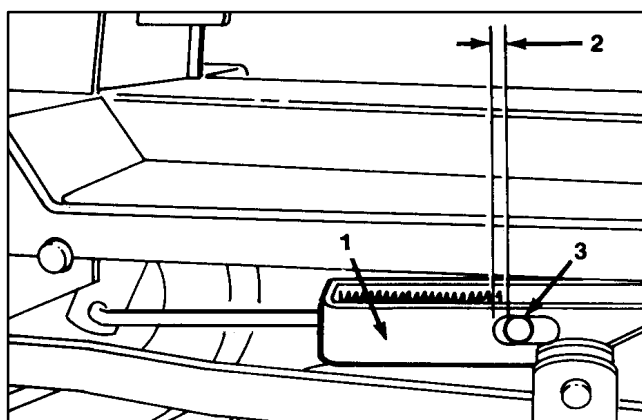

Figure 25
3. Tourner la tige de réglage jusqu'à ce que l'espace entre l'extrémité de la fente dans la patte d'embrayage et le diamètre externe de la goupille fasse 1,5 mm (Fig. 25).